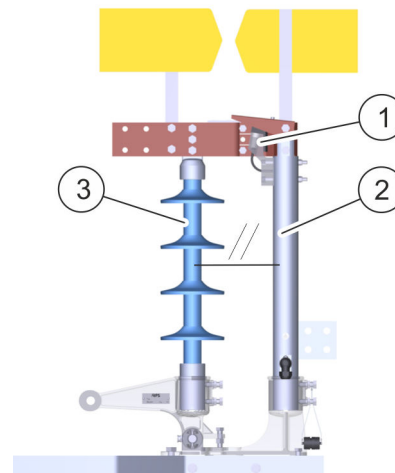

Abb. 5: Frontansicht
Der Sensor (Abb. 5/1) löst aus, wenn im geschalteten Zustand Erdkontaktröhre (Abb. 5/2) und bewegliche Schaltsäule (Abb. 5/3) parallel zueinander sind. Die Parallelität muss visuell geprüft werden. Bei Fehlfunktion messen und nachjustieren (☞ „Schalterendlage messen und nachjustieren“ auf Seite 44).
- Parallelität zwischen Erdkontaktröhre (Abb. 5/2) und beweglicher Schaltsäule (Abb. 5/3) visuell prüfen.